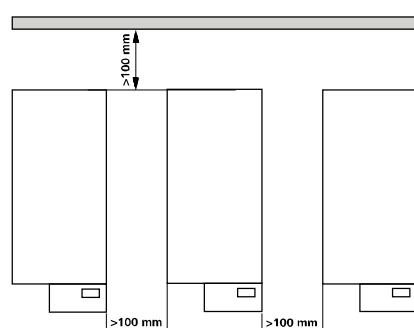

Fig. 2
- Starp ierīcēm, starp ierīci un sienu un vīrs instalācijas ievērojet minimālo attālumu (min. 800 mm), (Fig. 2).